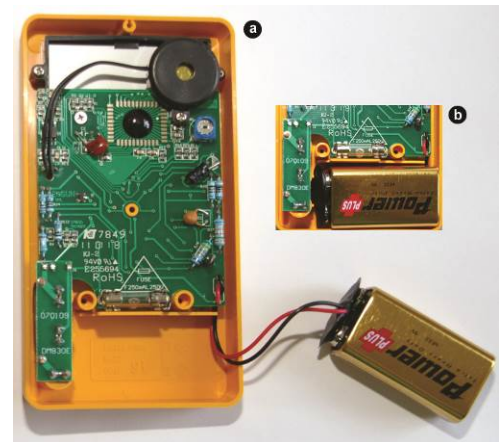

Fig. 2: Cómo colocar la pila
- Al volver a cerrar la tapa trasera hay que procurar que no se apriete el cable de conexión de la pila. En este caso no hay que forzarlo para poder atornillarlo, sino que hay que guardar primero el cable de la pila correctamente debajo de la pila (véase la fig. 2, b).